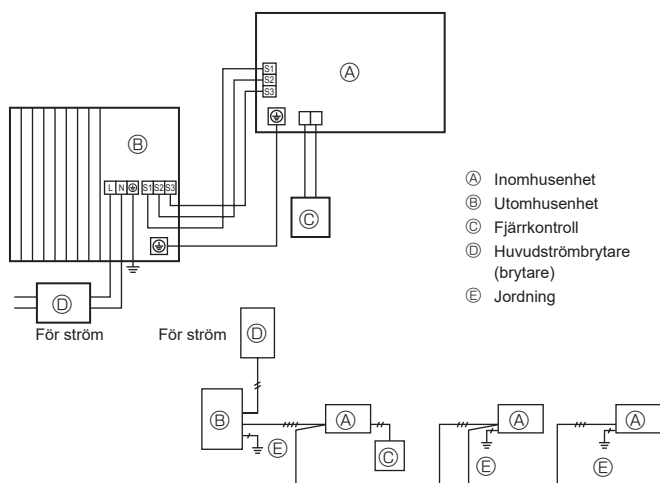

Fig. 6-1
6.1. Utomhusenhet (Fig. 6-1, Fig. 6-2)
- ① Ta bort servicepanelen.
- ② Hänvisa till Fig. 6-1 och Fig. 6-2 när kablarna dras.